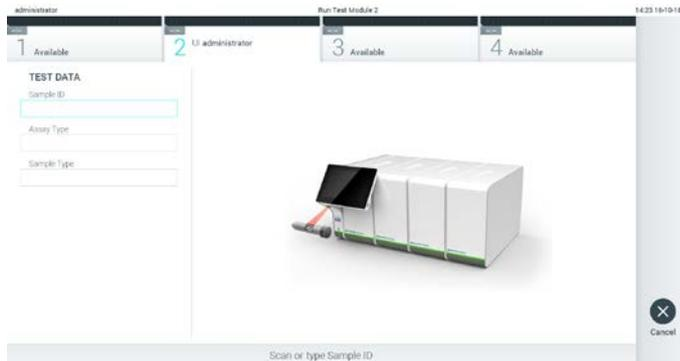

Figura 72. Scansione del codice a barre dell'ID campione.
2. Quando richiesto, eseguire la scansione del codice a barre dell'ID campione utilizzando il lettore di codici a barre integrato nel modulo operativo (Figura 72, pagina successiva).